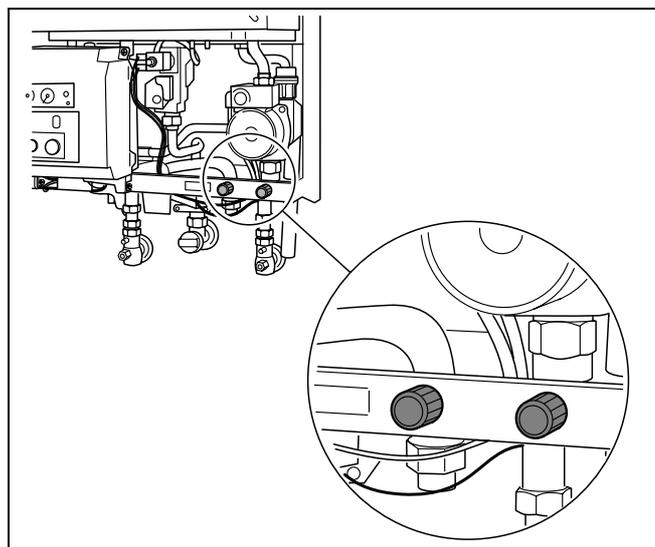

Fig. 15 Rubinetti del disconnettore
- Aprire entrambi i rubinetti del disconnettore (fig. 15).